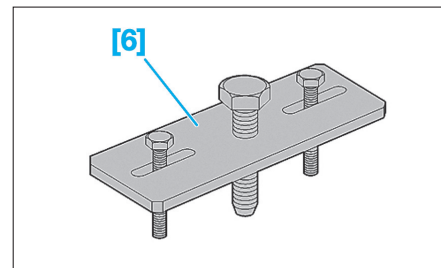

Fig. 7
- [6] Extracteur de poulie (réf : 0188.P) (Fig.7).